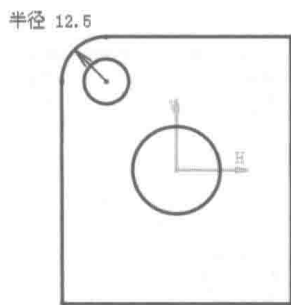

图 4.5 绘制草图
Step5. 绘制图 4.5 所示的圆。选择下拉菜单 **插入** → **轮廓** → **圆** →
圆 命令；绘制图 4.5 所示的圆。